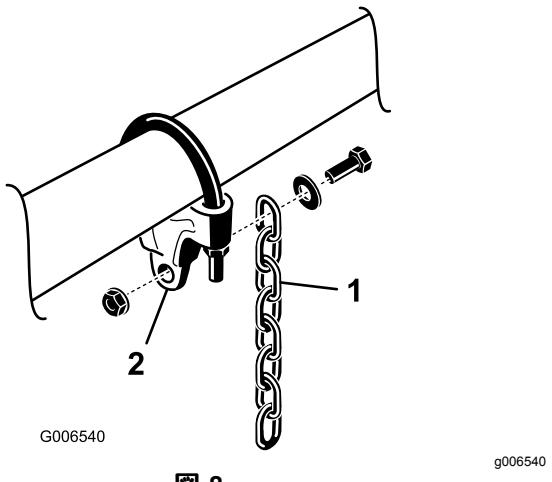

図8
7. 各昇降チェーンを、ねじとワッシャとナットで、図8のようにチェーンブラケットに取り付ける。